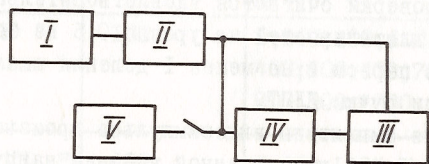

Рис.27. Схема определения погрешности калибровки вертикального тракта измерителя:
13.3.8. Определение погрешности калибровки вертикального тракта при измерении коэффициента отражения производится с помощью генератора Г5-60 и цифрового вольтметра В7-28 по схеме, приведенной на рис. 27.